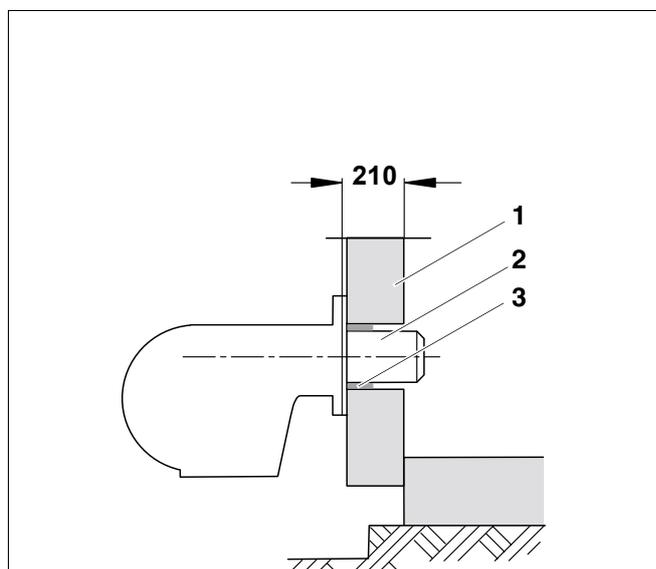

Fig. 22 Montaggio del bruciatore
Chiudere ermeticamente l'intercapedine tra il tubo del bruciatore (fig. 22, **pos. 2**) e l'isolamento termico (fig. 22, **pos. 1**), impiegando gli anelli isolanti (fig. 22, **pos. 3**) forniti in dotazione!